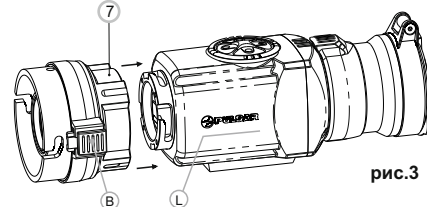

рис.3
- Позиционируйте окуляр насадки таким образом, чтобы защелка (В) находилась параллельно логотипу Pulsar (L) на корпусе монокуляра (рис.3).
- Вставьте окуляр насадки в корпус прибора до упора и зафиксируйте его, повернув стопорное байонетное кольцо (7) по часовой стрелке.